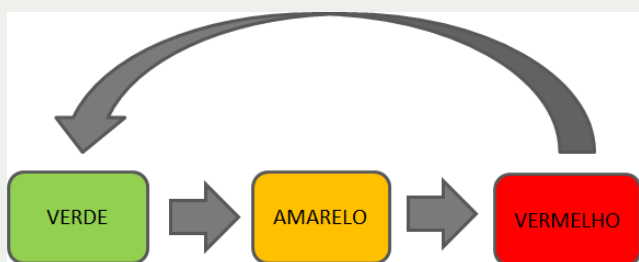

Figura 5 – Ciclo do semáforo de carros.
4. Após o sinal vermelho apagar, o processo será reiniciado (item 1), ou seja, o semáforo irá ficar repetindo o ciclo representado pela Figura 5, até que um outro botão (botão 2) seja pressionado até o final do ciclo e apague todos os LED's.